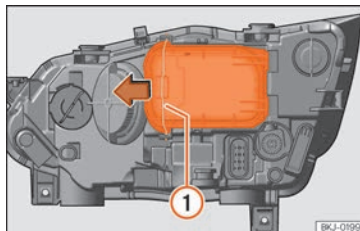

Abb. 102 Im Motorraum: Abdeckung entfernen.
- Die Strebe » **Abb. 102 1** in Pfeilrichtung verschieben und den Deckel abnehmen.